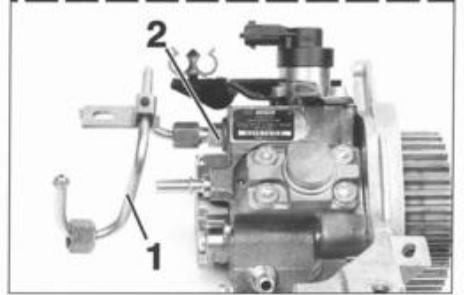
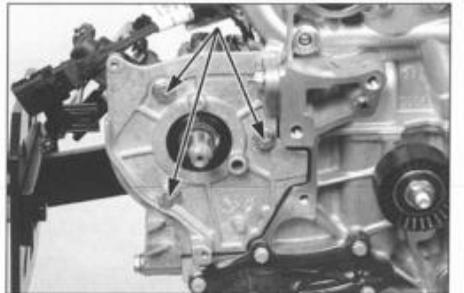

FIG. 27
FIG. 28
- la tubería de alta presión (1) que une la bomba de alta presión a la rampa alta presión aplicando un contrapelo en el rácor (2) de la bomba de alta presión (fig. 27).
- Desmontar las 3 fijaciones delanteras (fig. 28), con el soporte trasero (3) (fig. 27) de la bomba, y separar ésta.